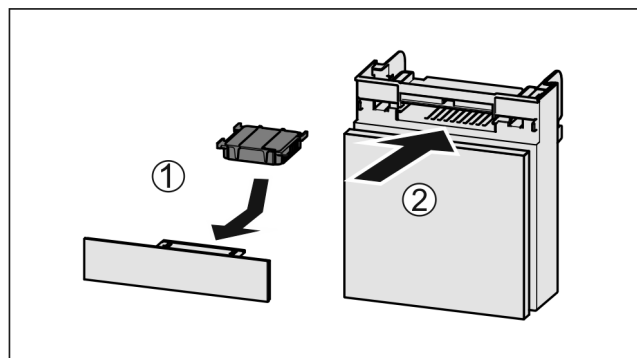

Fig. 184
- Wkładać Fig. 184 (1) filtr z węglem aktywnym zgodnie z ilustracją.
- Wsunąć komorę Fig. 184 (2).